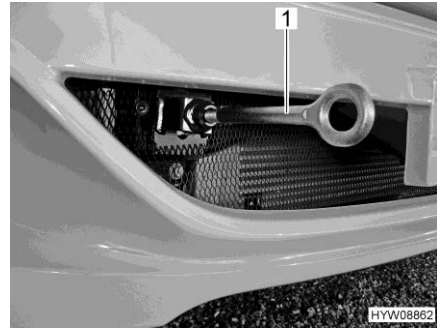

Fig. 35 Occhione di traino (installato)
- Montare l'occhiello di traino (Fig. 35,1) come indicato nel manuale di funzionamento del veicolo di base.